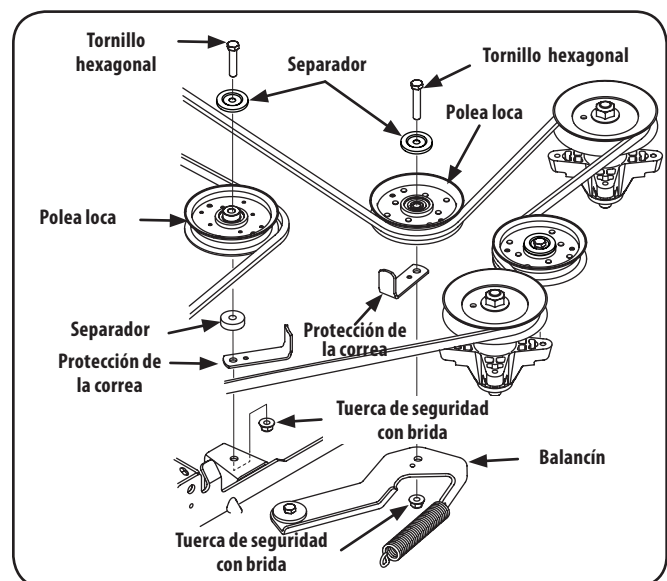

Figura 7-13
3. Extraiga las dos poleas locas, para lo cual debe retirar los tornillos de cabeza hexagonal y las tuercas de seguridad con brida que las sujetan a la plataforma y el brazo de polea loca. Consulte la Figura 7-13. No afloje ningún elemento de ferretería al sacar el tornillo de cabeza hexagonal y la tuerca de seguridad con brida.
6. Coloque la correa alrededor de las poleas locas que extrajo en el paso 3 con el lado en "V" orientado hacia adentro. Una vez que todo esté en su lugar, vuelva a colocar los elementos de ferretería y ajuste la tuerca de seguridad con brida para sujetar el conjunto. Consulte la Figura 7-13.